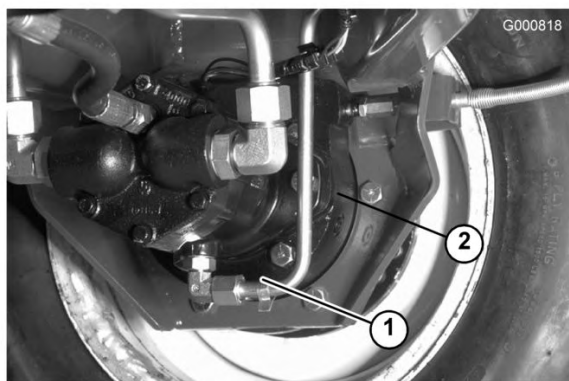

Figura 65
2. Togliete il tappo dal ruotismo planetario (Figura 64) e controllate il tappo sul lato posteriore del freno (Figura 65).